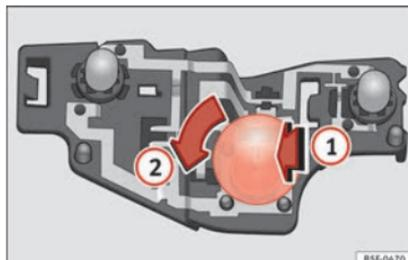

Abb. 115 Position der Glühlampen am Lampenträger.
- Drücken Sie die Lampe leicht in den Lampenträger **1**, drehen Sie sie anschließend nach links **2** und nehmen Sie die defekte Lampe heraus »» **Abb. 115**.